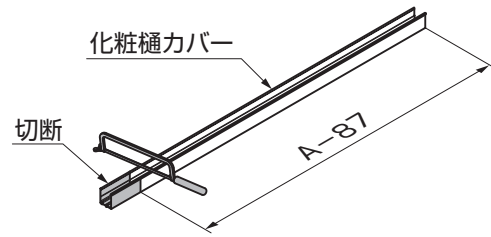
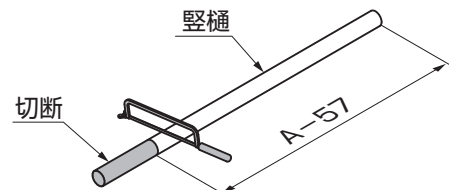

図11-46
図11-47
- ② 実測値を基に化粧樋カバー、豎樋を加工してください。(図11-46、図11-47参照)